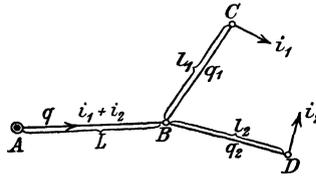

Abb. 263. Leitung mit Verästelung.
Von Interesse ist hier nur der Fall, daß 2 Speiseleitungen bis zu einem gewissen Punkte B (Abb. 263) gemeinsam verlaufen und sich dort trennen in die Leitungen \overline{BC} und \overline{BD} . In den Speisepunkten C und D werden die Ströme i_1 und i_2 gebraucht. Der gesamte Spannungsverlust von A bis C bzw. von A bis D sei δ_{\max} Volt.
Die Querschnitte der Leitungsstücke \overline{AB} , \overline{BC} , \overline{BD} (Abb. 263) lassen sich leicht nach Formel I berechnen, wenn man den Spannungsverlust von A bis B willkürlich δ_1 setzt ($\delta_1 < \delta_{\max}$), dann ist der Spannungsverlust von B bis C bzw. von B bis D ($\delta_{\max} - \delta_1$) und die Querschnitte werden nach (II)